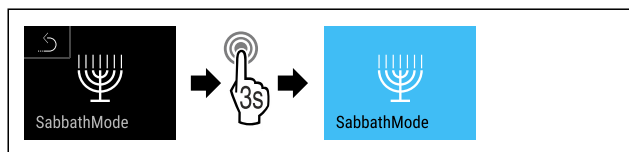

Fig. 13
- ▶ Provedte kroky postupu (viz Fig. 13).